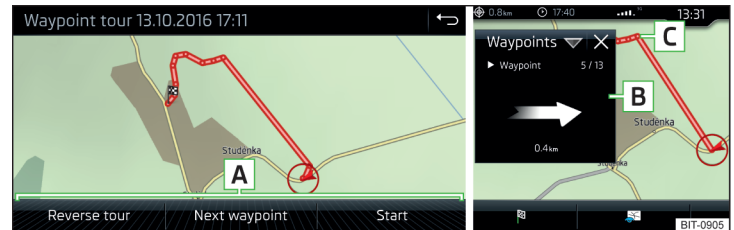

Fig. 245 Afficher un trajet avec des points de passage / Parcourir un trajet avec des points de passage
- Sélectionnez l'un des menus suivants **A** » fig. 245.
Lorsqu'un trajet avec des points de passage est en cours, la fenêtre supplémentaire **Points de passage** affiche la direction ainsi que la distance jusqu'au point de passage suivant, le numéro en continu du point de passage suivant ainsi que le nombre total de points de passage **B** » fig. 245.
Le trajet avec des points de passage à partir de l'emplacement du véhicule jusqu'au point de passage suivant « diminue » progressivement pendant le trajet par pas de « » **C** » fig. 245.
- > Affichage du trajet avec des points de passage » fig. 245 à la page 210